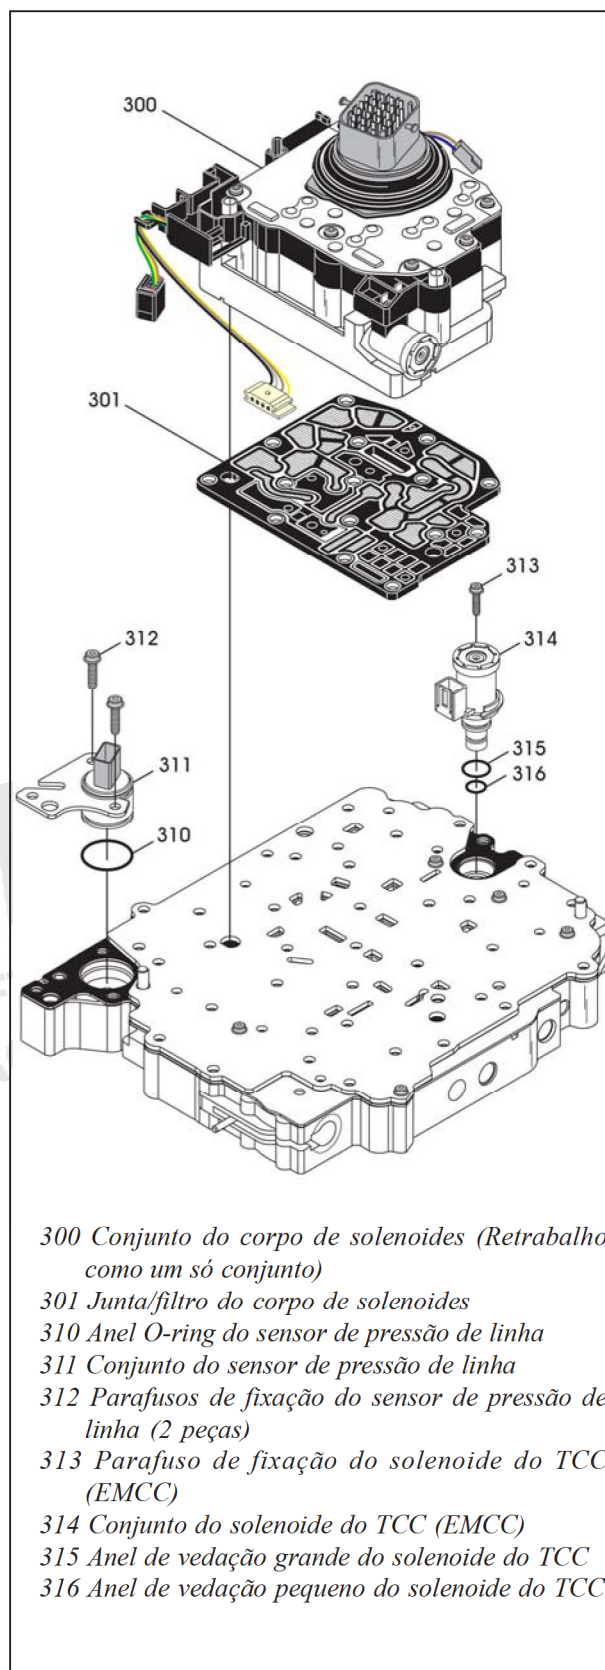

Figura 212
5. Cuidadosamente gire o conjunto do corpo de válvulas, conforme mostra a figura 212.
6. Desconecte o solenoide do TCC (EMCC) e o sensor de pressão de linha, conforme indicado pela figura 212.
7. Remova o corpo de solenoides completo e a junta/filtro dos solenoides, conforme mostra a figura 212.
8. Remova o parafuso de fixação do solenoide do TCC (EMCC) e em seguida o solenoide, conforme mostra a figura 212.
9. Remova e descarte os dois anéis de vedação do solenoide do TCC (EMCC), conforme indica a figura 212.
10. Remova os dois parafusos de fixação do sensor de pressão de linha e o sensor a seguir, conforme indica a mesma figura 212.
11. Remova e descarte o anel de vedação do sensor de pressão de linha, conforme mostrado na figura 212.